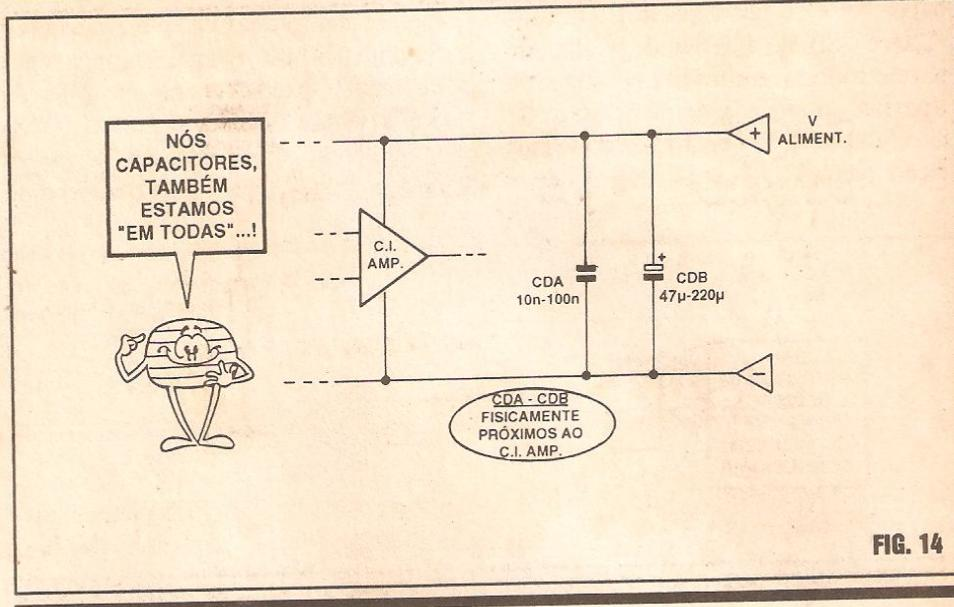

FIG. 14
- FIG. 14 - OS DESACOPLAMENTOS DA ALIMENTAÇÃO - Circuitos eletrônicos costumam (devido à grande sensibilidade dos modernos componentes...) ser nitidamente "mal influenciados" por ocorrências ou condições irrelevantes às suas alimentações (pilhas, baterias, fontes, etc.). **Ripples** (superposições de C.A. sobre a C.C. nominal, ainda que em pequeno nível...), variações de impedância (que ocorrem com o desgaste natural de pilhas e baterias...) e outros fatores, podem (e certamente o fazem...) interferir drasticamente com o funcionamento calculado de circuitos... Enfim, "na prática, a teoria é outra..."! Assim, para evitar tais problemas, usa-se o "truque" dos **DESACOPLAMENTOS**, quase sempre na forma de inserção de capacitores (um de pequeno valor para "desviar" sinais interferentes e outro de alto valor, cuja Constante de Tempo atua variações "lentas" de parâmetros...) em paralelo com as linhas de alimentação... Os IPAs costumam ser particularmente sensíveis a condições adversas nas linhas de alimentação, pedindo frequentemente a inserção de pelo menos **dois** capacitores, dentro da gama de valores sugerida no diagrama e, de preferência, fisicamente próximos ao próprio C.I., para bem resguardá-los contra "melecas" provenientes da alimentação... Como "o que sobra não falta", na dúvida, é sempre melhor aplicar os indicados desacoplamentos (se eles es-